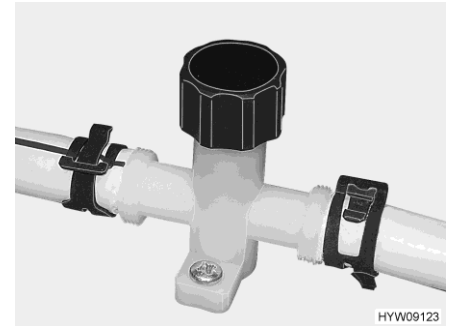

Bild 172 Avtappningskran (vattenledning)
- Stäng avtappningskranarna. Vrid avtappningskranens lock (Bild 172) medurs.